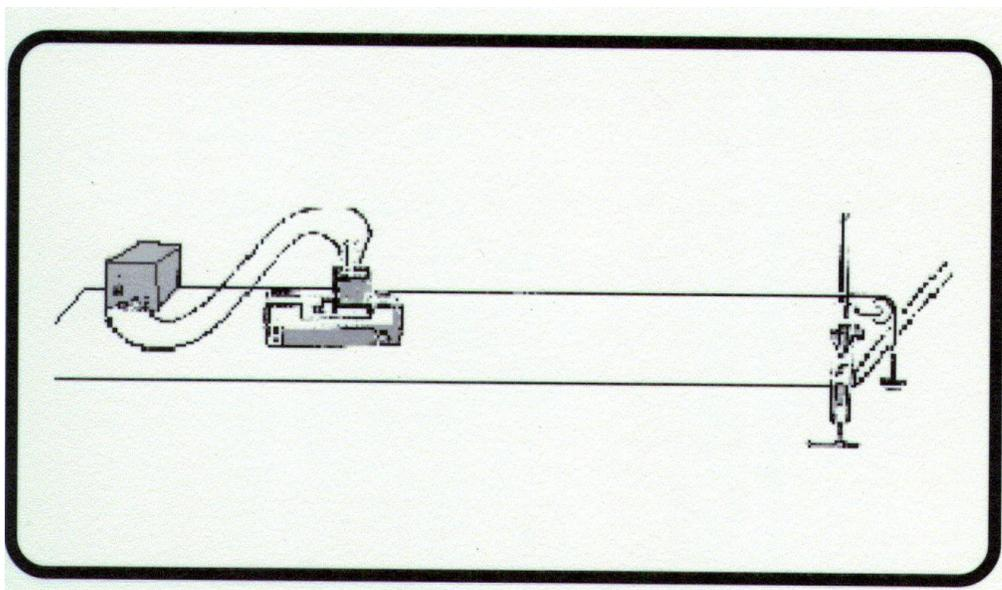

Figura 8.3
- 1.-Realice el montaje de la práctica como indica la figura 8.3. Será necesario sujetar también el cronovibrador a la mesa con un tornillo de mesa, de la misma forma que la polea, así se evitará cualquier tipo de desviación con la vibración. Es muy importante que los elementos estén perfectamente alineados.